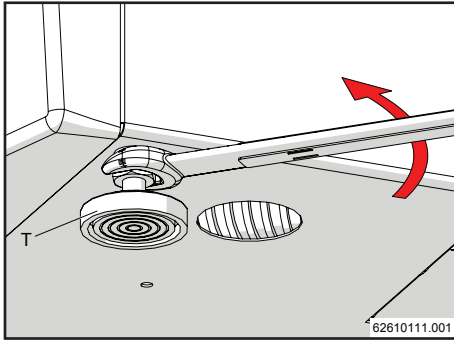
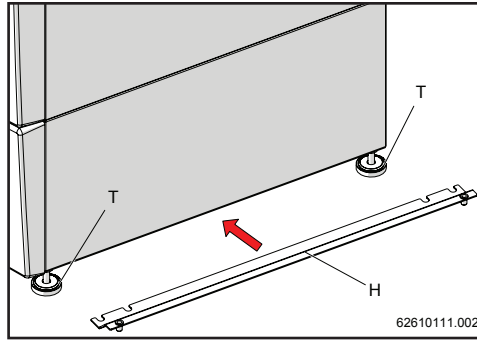

Figure 13-32
Figure 13-33
- 1.- Desserrer à l'aide de la clé les pieds réglables « T » de l'appareil (figure 13-32), insérer l'étrier « H » et serrer à nouveau les pieds réglables « T » (figures 13-33 et 13-34). Répéter la même procédure sur le côté opposé.